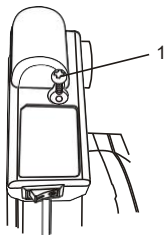

Fig. 12
2. Retire o parafuso da tampa do laser (1) usando chave de fendas #2  (Fig. 12).